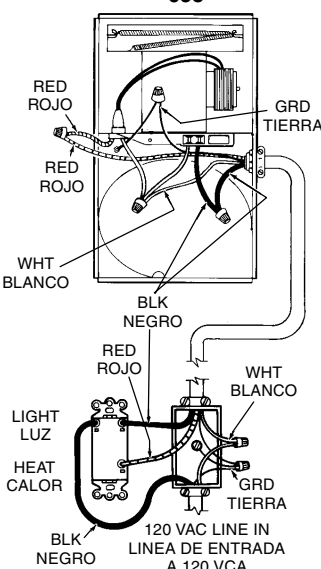

FIG. 12
CAUTION: To avoid the possibility of overheating and/or fire, the grille must be installed as shown in Fig. 12. Acorn nut must attach to threaded rod through proper hole in light reflector.
- Slide the light reflector into opening in grille and plug into WHITE receptacle. Use acorn nut from plastic bag to attach grille/reflector assembly to threaded rod on housing. Tighten securely using pliers or nut driver. Install a light bulb 100 Watt maximum. (FIG. 12)
Para evitar la posibilidad de un sobrecalentamiento y/o un incendio, la rejilla debe ser instalada se muestra en Fig. 12. La tuerca ciega debe conectarse a la varilla roscada a través del agujero apropiado en el reflector de luz.
- Deslice el reflector de luz en la abertura de la rejilla y conéctelo al enchufe BLANCO. Use la tuerca en la bolsa de plástico para sujetar la rejilla y el reflector de luz a la varilla roscada de la carcasa. Apriete con fuerza usando el alicate o el aprietatuercas. Instale una bombilla de un máximo de 100 vatios. (FIG. 12)